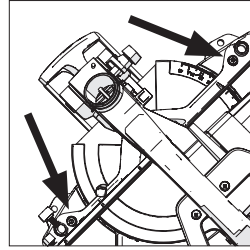

Abb. 13
**Hinweis:** Der Anschlag ist mit zwei Sechskantbefestigungsschrauben am Maschinenfuß befestigt. Diese Schrauben befinden sich an beiden Enden des Anschlags in länglichen Halterungen. **(Abb. 13)**